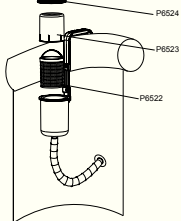
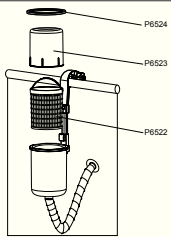

Fig. 15 / Abb. 15 / Kuva. 15 / EIK. 15 / Рис. 15 / Rys. 15 / 15. Ábra
Fig. 16 / Abb. 16 / Kuva. 16 / EIK. 16 / Рис. 16 / Rys. 16 / 16. Ábra
1. Place the float (P6523), the basket (P6522) and the cover rim (P6524) into the skimmer body. (See Fig. 15 and See Fig. 16)
1. Coloque o flutuador (P6523), o cesto (P6522) e a tampa do aró (P6524) no corpo do skimmer. (Veja Fig. 15 e Fig. 16)
1. Ponga el flotador (P6523), la cesta (P6522) y el borde de la tapa (P6524) en el cuerpo del skimmer. (Vea Fig. 15 y Fig. 16)
1. Setzen Sie den Schwimmer (P6523), den Korb (P6522) und den Abdeckrahmen (P6524) in das Skimmer-Gehäuse. (Siehe Abb. 15 und siehe Abb. 16)
1. Plaats de vlotter (P6523), de mand (P6522) en de ring (P6524) in de skimmer. (Zie Fig. 15 en See Fig. 16)
1. Posizionare il galleggiante (P6523), il cestino (P6522) e la copertura (P6524) sul corpo dello skimmer (Vedere Fig. 15 e 16).
1. Placez le flotteur (P6523), le panier (P6522) et le couvercle (P6524) dans le corps du dépollueur. (Voir Fig. 15 et Fig. 16)
1. Включите поплавок (P6523), корзину (P6522) и обод (P6524) в корпус скимера. (См. Рис. 15 и 16)
1. Włóż pływak (P6523), koszyczek (P6522) i kołnierzyk pokrywy (P6524) do korpusu skimmera. (Zob. Ryś. 15 i Rys. 16)
1. Fast flötören (P6523), korgen (P6522) och höljets kantdel (P6524) till skimmern. (Se Fig. 15 och Fig. 16)